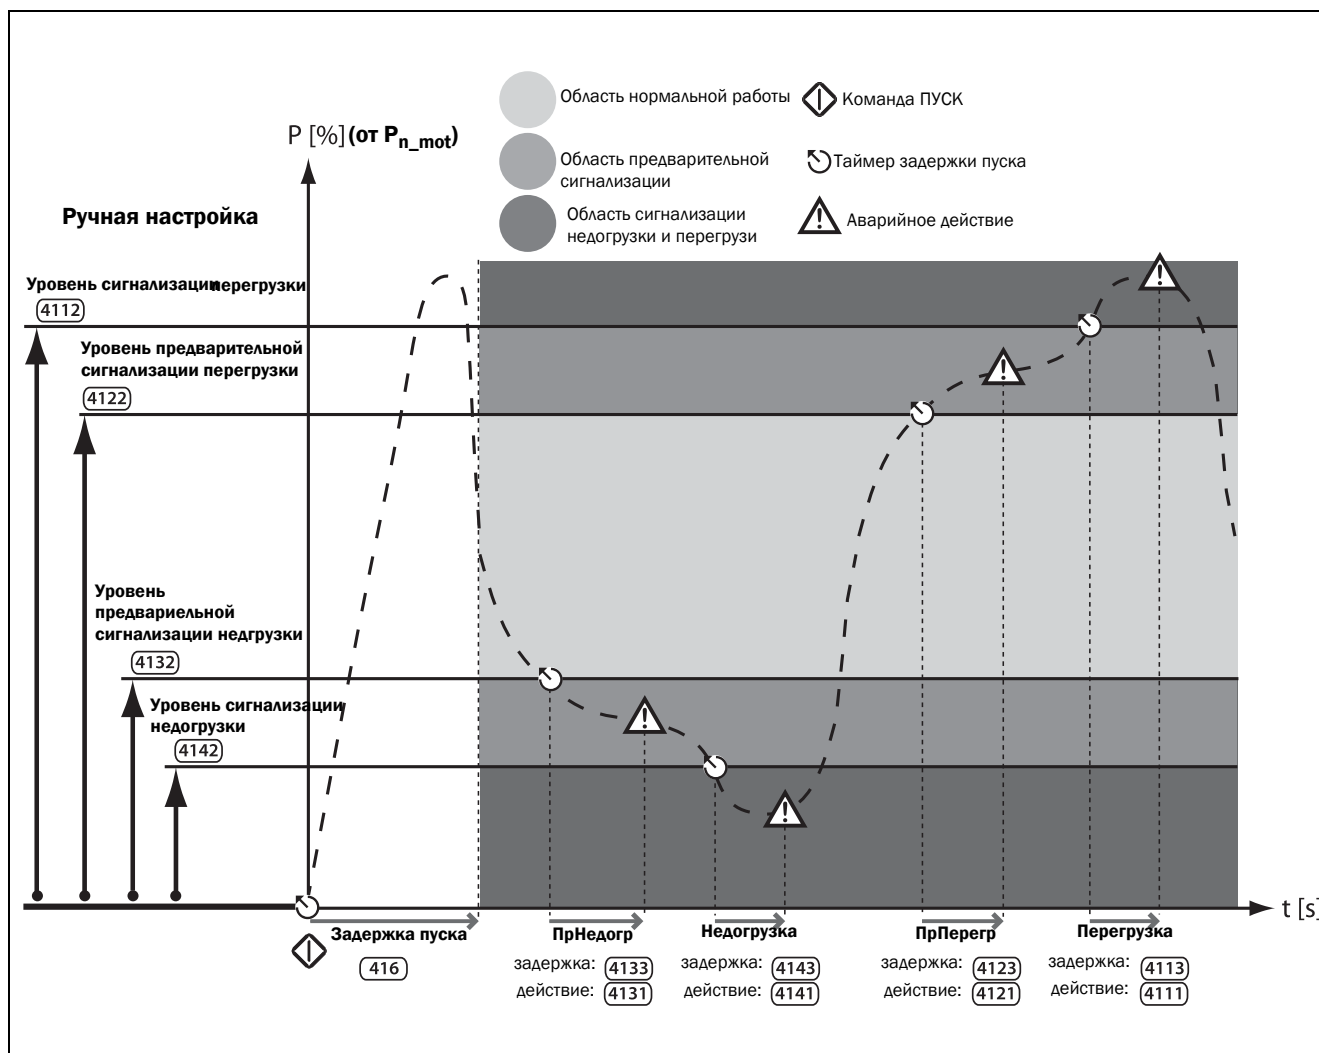

Рис. 40 Ручная настройка уровней сигнализации монитора нагрузки.
1. Ручная настройка, при которой можно задать напрямую до четырех уровней сигнализации (Рис. 40).